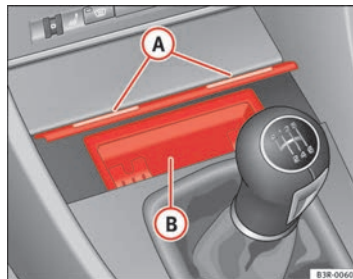

Fig. 133 Consola central:
- Presione brevemente sobre la moldura frontal del cenicero **(A)** ⇒ fig. 133.
- Agarre la carcasa del cenicero **(B)** ⇒ fig. 133 por sus concavidades laterales y extráigala hacia arriba.